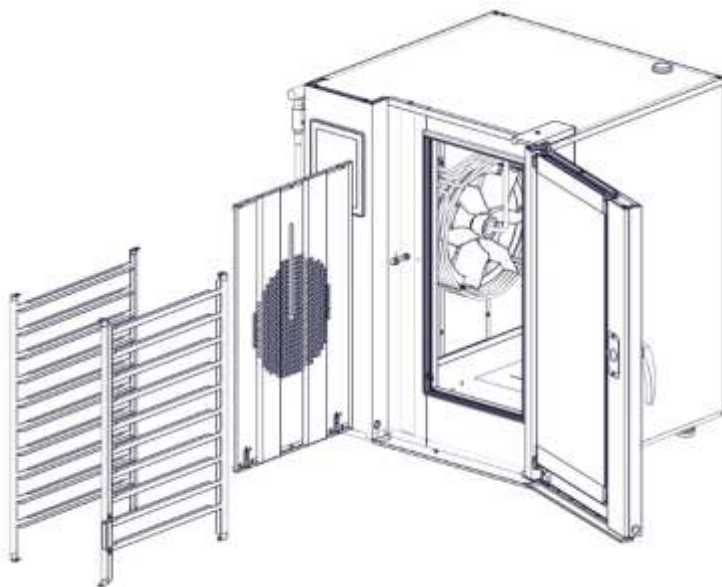

Рис. 22 – Демонтаж направляющих и перегородки
1. Снять направляющие и перегородку (рис. 22);
2. Отвернуть болт М10 (поз.2, рис. 22) вместе с шайбой (поз.3, рис. 22) и барабаном (поз.4, рис. 22), на оси крыльчатки;